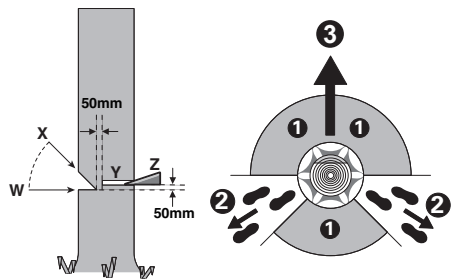

Fig. 1
Quando il taglio di abbattimento si avvicina alla cerniera l'albero dovrebbe cominciare a cadere. In caso dovesse essere chiaro che l'albero potrebbe non cadere nella direzione richiesta oppure potrebbe piegarsi all'indietro e bloccare la catena della sega, interrompere il taglio di abbattimento e inserire nel taglio cunei di legno, di materiale sintetico o di lega leggera (Z) in modo da aprire ulteriormente il taglio e dare all'albero la linea di caduta richiesta (3). Quando l'albero inizia a cadere, togliere la sega a catena dal taglio, spegnere la macchina, posarla ed abbandonare l'area di pericolo utilizzando la via di fuga precedentemente determinata (2). Attenzione a rami che potrebbero cadere dall'alto ed evitare di inciampare. (Vedi Fig. 1)